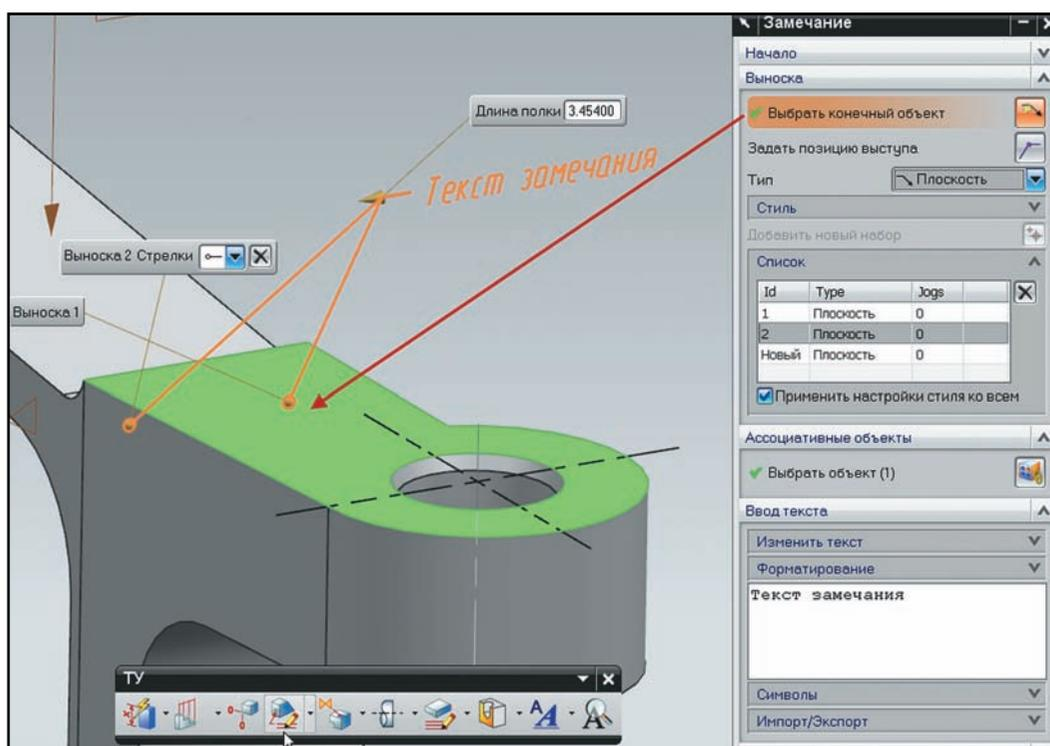

Рисунок 9.39. Создание текстовой аннотации
- Разверните раздел диалога **Выноска (Leader)**. Этот раздел отвечает за задание параметров стрелок и выносных линий. Данный тип аннотаций позволяет создать несколько выносных линий со стрелками в рамках одного замечания. Для этого выберите в списке строчку со значением **Новый (New)** в колонке **Id** и укажите щелчком мыши в графической области точку, куда надо поместить ещё одну выносную линию. Альтернативно вы можете нажать в графической области левую кнопку мыши и выбрать в контекстном меню пункт **Добавить новую выноску (Add New Leader)**, затем укажите точку привязки новой выноски (рис. 9.39).